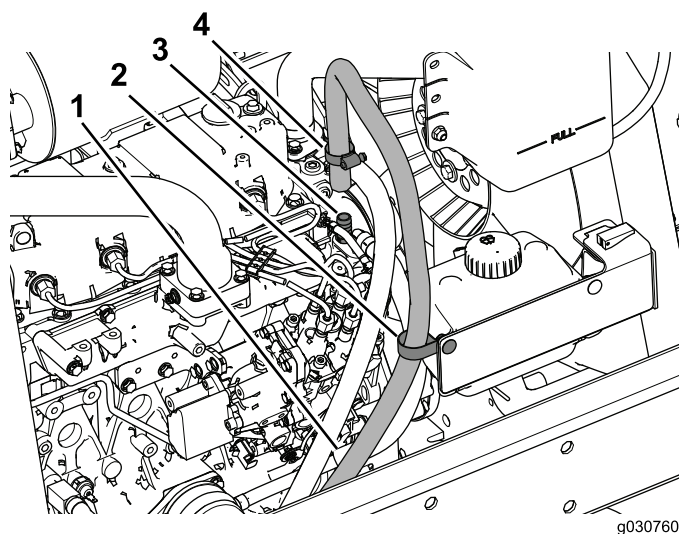

Рисунок 40
6. Наденьте шланговый хомут на возвратный шланг, затем наденьте шланг на штуцер (3/8 NPT x 0,625 [ступенчатая поверхность]), как показано на Рисунок 40.